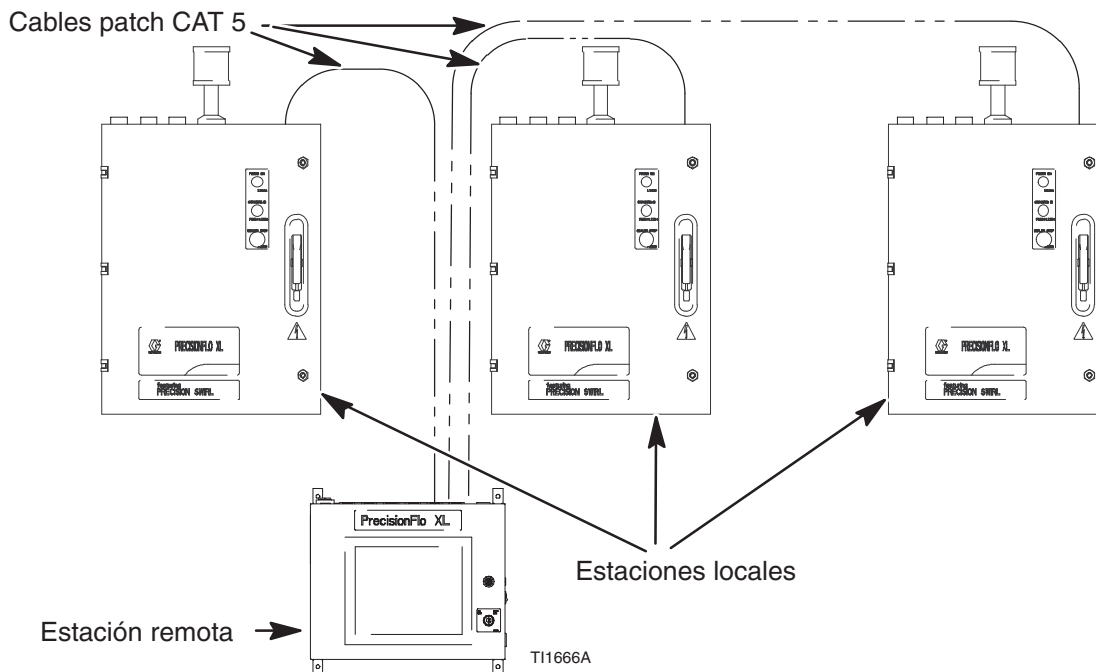

Fig. 90
3. **Remota** – La tarjeta PC/104 remota se encuentra en la unidad de control remota (Fig. 90). Esta tarjeta PC/104 visualiza información en la pantalla montada fuera de la unidad remota y establece comunicación con la estación local a través de la conexión Ethernet de la unidad remota.